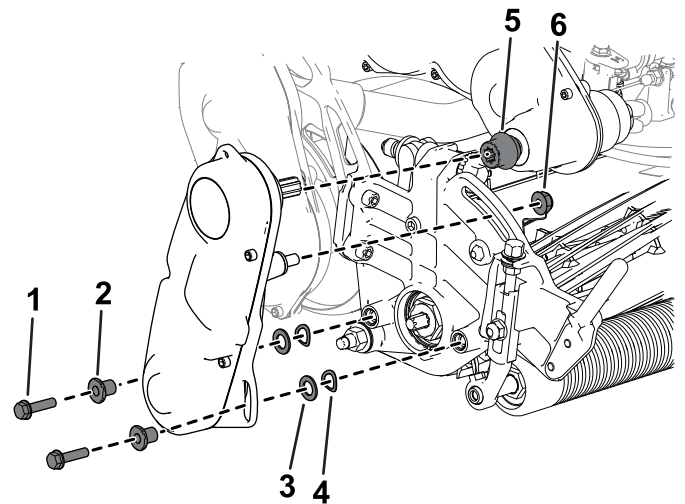

Figure 5
6. Installez le coupleur sur l'arbre d'entraînement de la transmission (Figure 5).
7. Montez le système d'entraînement du cylindre sur l'unité de coupe (Figure 5) à l'aide des fixations retirées précédemment.
8. Assurez-vous que le coupleur (Figure 5) peut coulisser facilement sur l'arbre d'entraînement de la transmission.